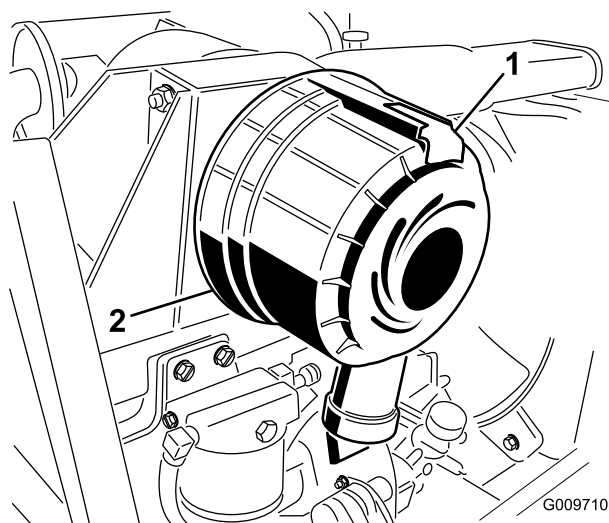

Figure 33
1. Tirez le verrou vers l'extérieur et tournez le couvercle du filtre à air dans le sens antihoraire (Figure 33).